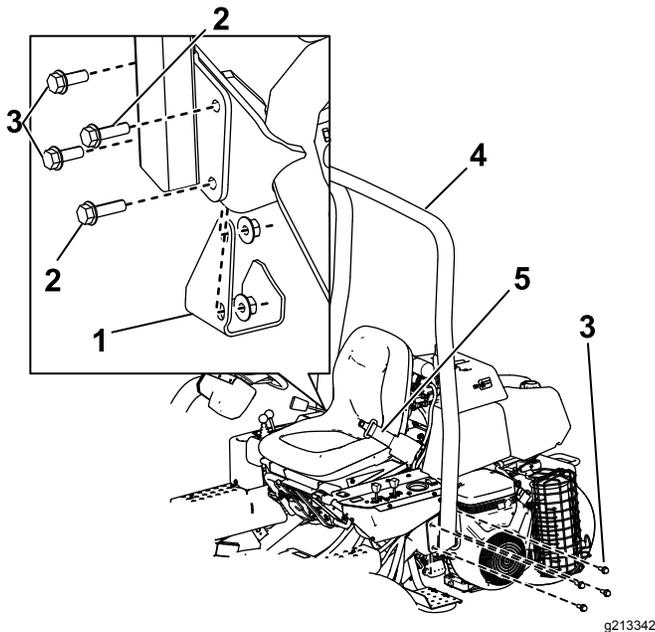

Figura 6
2. Abaixe o Santo Antônio (Figura 6) sobre os suportes, alinhando os furos de fixação.
3. Fixe o lado esquerdo do Santo Antônio ao suporte com os 4 parafusos (1/2 x 1-1/2 pol.) e porcas autotravantes (Figura 6).
porcas autotravantes, como ilustrado na Figura 6.